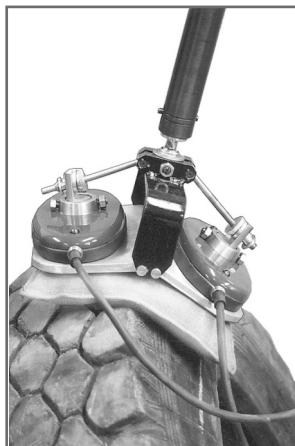

рис. 21
- Наладку и установку вулканизатора на шину произвести так же, как при ремонте беговой дорожки шин внедорожной техники (рис. 21 и 22).